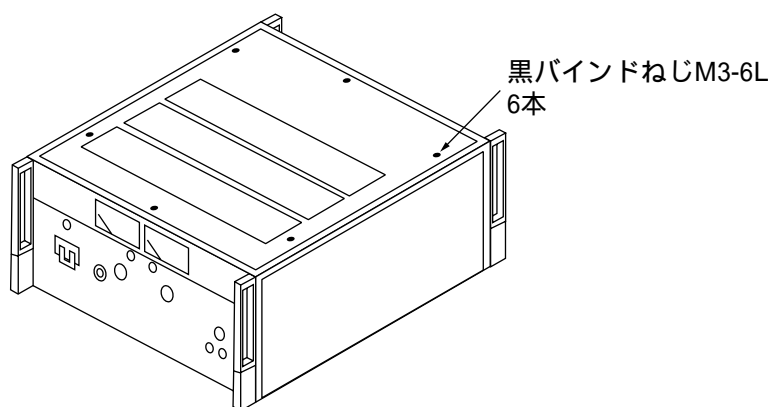

図 1-2 TYPE III モデルの上面パネルの取り外し
2. 上面パネルを外します。図 1-2 を参照してください。